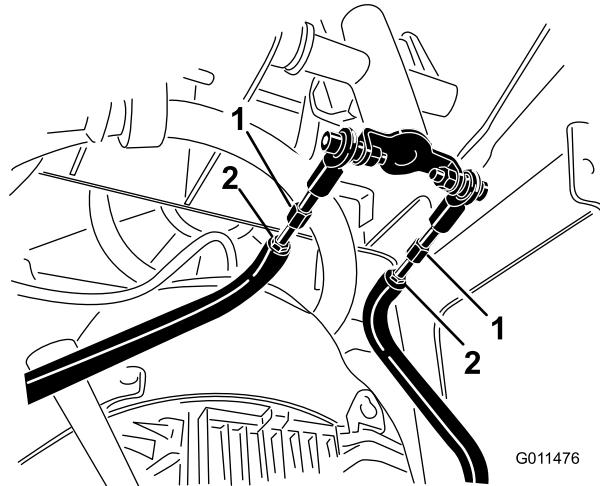

Figura 57
- Afloje las contratuerzas de las varillas de tracción, debajo del panel de control (Figura 57).